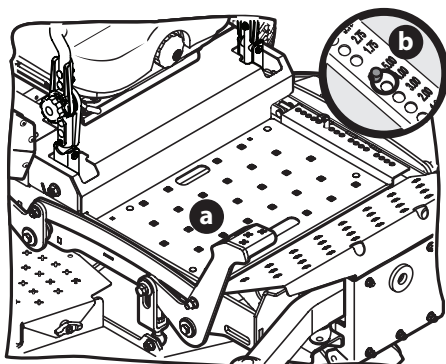

Figura 1
2. Use el pedal de elevaci  n de la plataforma (a) para elevar la plataforma hasta su posici  n m  s alta y asegurarla en su lugar con el pasador de horquilla (b) adosado a la cortadora (Figura 1).